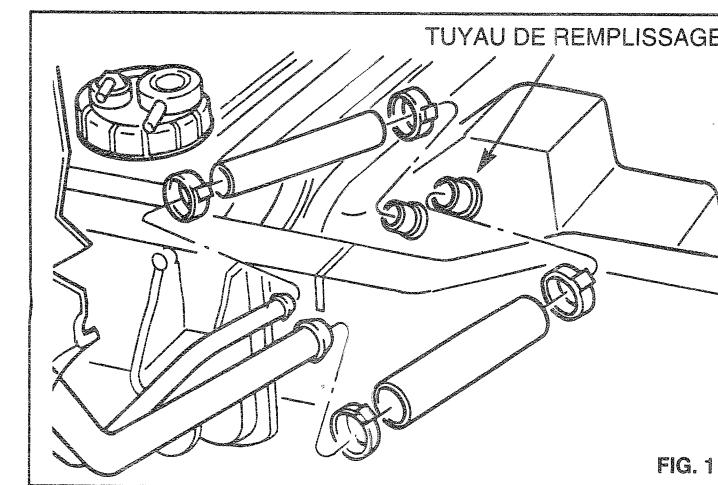

FIG. 1
- C) Glisser un tuyau de vidange dans le réservoir, par le tuyau de remplissage. (Voir figure 1)